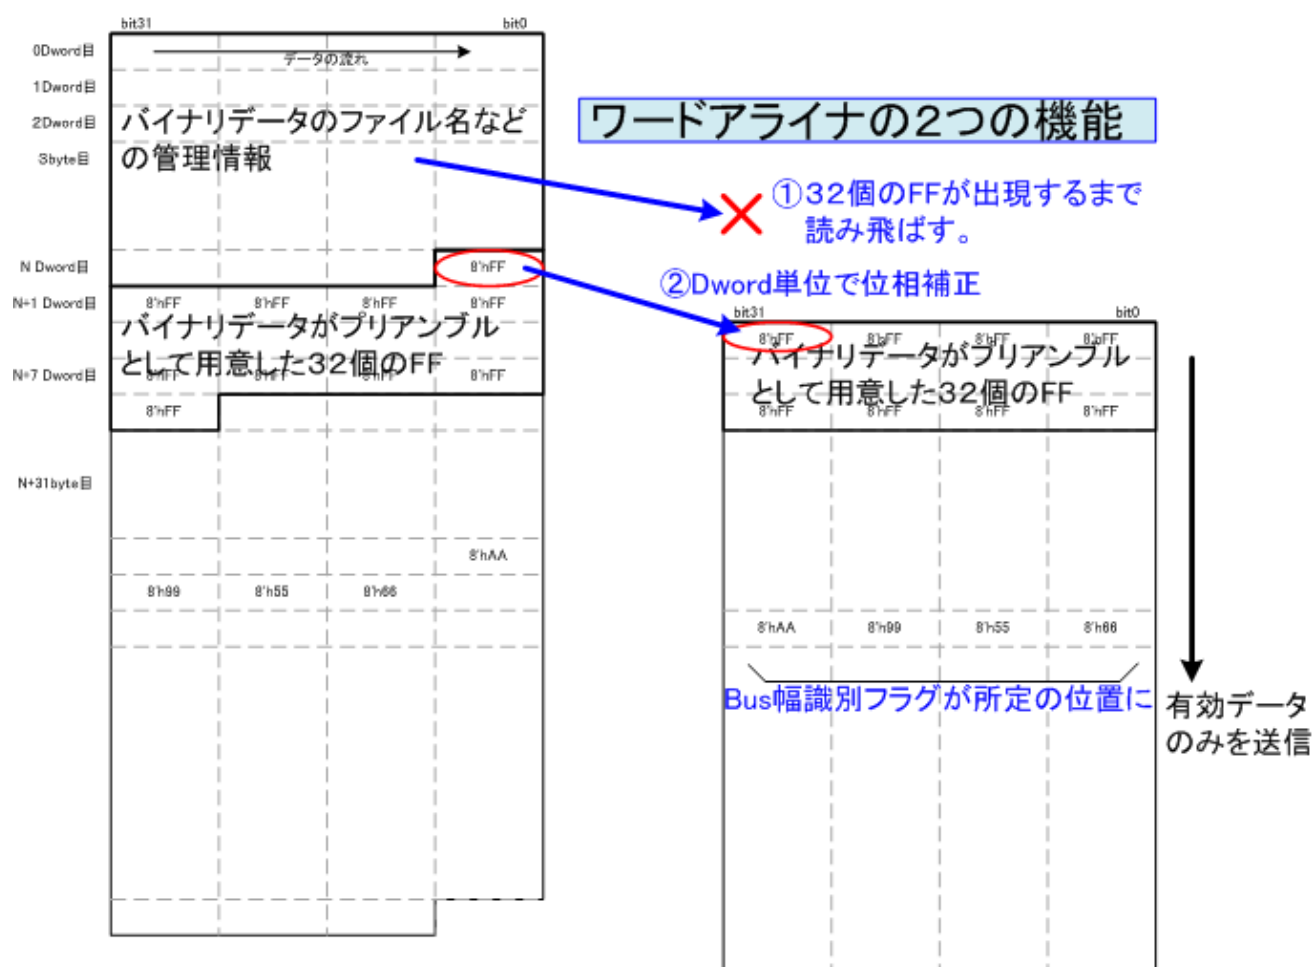

図 9.1. ワードアライナ機能説明図
- ・ しかしながら、図 9.1.のように、モジュールの裏側は高密度にチップ部品を実装しており、取扱いに注意して取り外さないと不用意に部品を押しつぶしたり、パターンを剥離してしまいかねません。